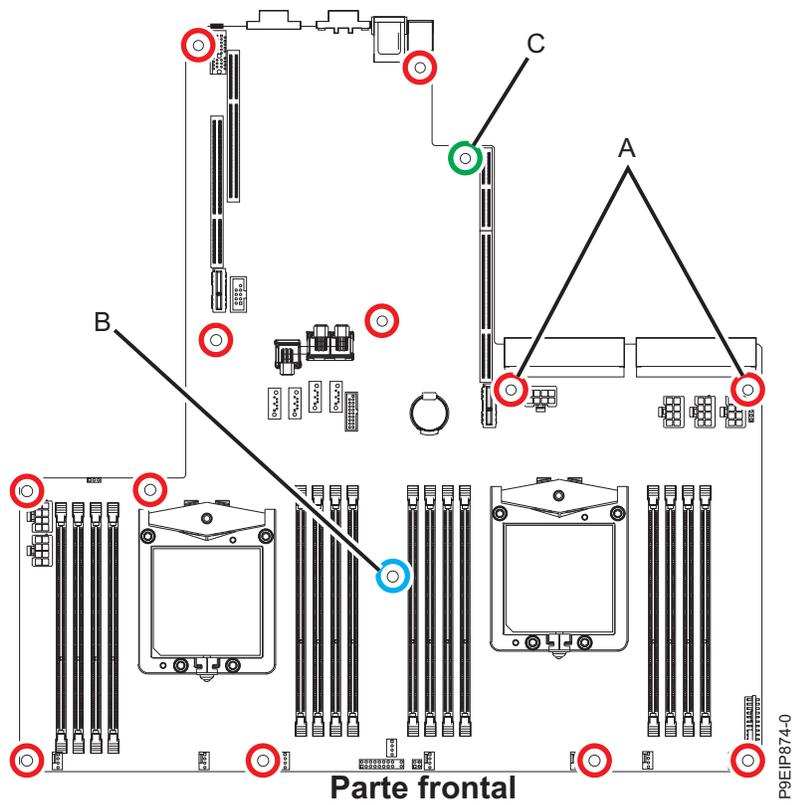

Figura 78. Ubicaciones de los tornillos
18. Alinee y atornille los tornillos 14 en la placa posterior del sistema. Las ubicaciones de los tornillos aparecen en la Figura 78 en la página 73. Los dos tornillos en **(A)** son ligeramente más largos. En **(B)** hay un tornillo largo que fija el adaptador PCIe. Si el sistema tiene unidades de disco posteriores, hay otro tornillo largo en **(C)**.